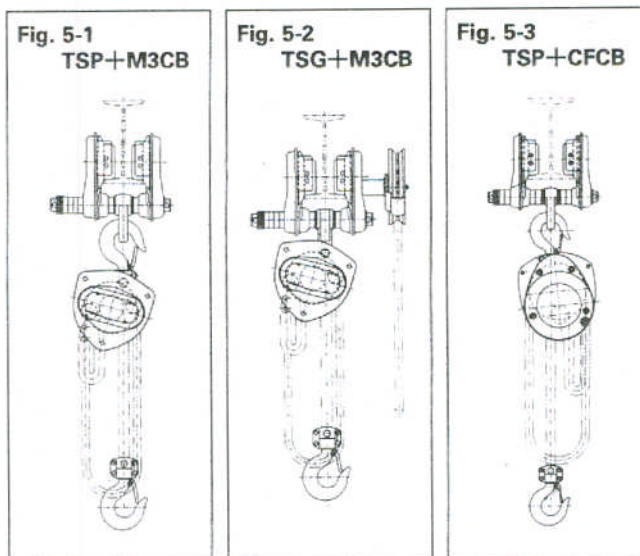

Fig. 5-4 Montere oppheng C
- (a) For 0,5 til 2,5t (se fig. 5-4)